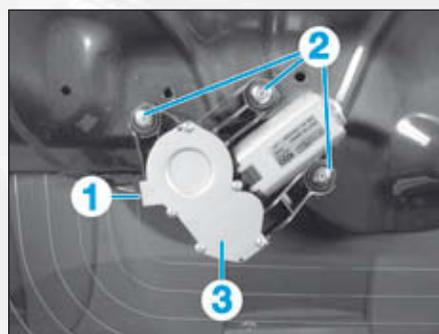

FIG.60
- Débrancher le connecteur (1) du moteur d'essuie-glace (Fig.60).
- Percer les rivets (2).
- Déposer le moteur d'essuie-glace (3).